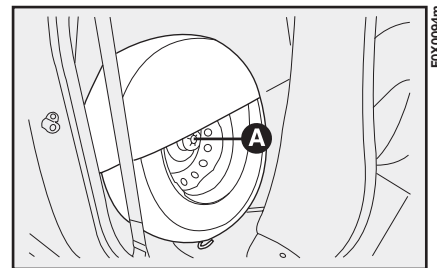

fig. 113
- 3) Togliere il telo di copertura ruota di scorta e svitare completamente la ghiera A-fig. 112-113 usando, dove occorre, l'apposito dado antifurto B-fig. 113.